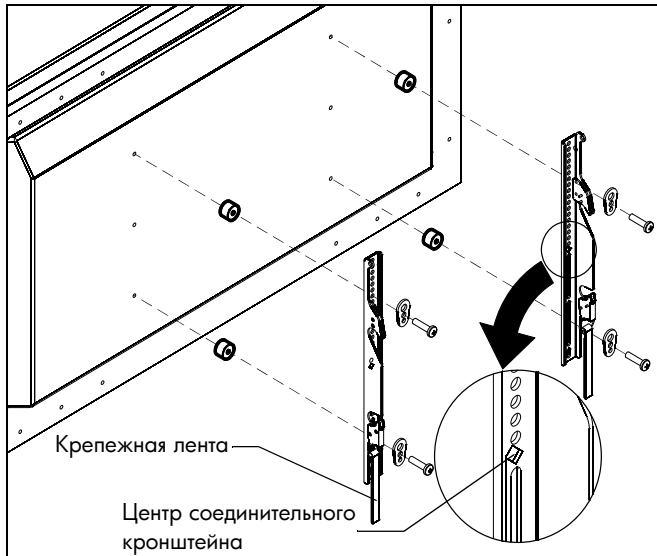

рис. 4
- Совместите центр соединительного кронштейна со средней линией экрана. (см. рис. 4)
2. Достаньте из пакета с фурнитурой (A-N) винты соответствующего размера, втулки (при необходимости) и универсальные шайбы и прикрепите соединительные кронштейны к тыльной стороне экрана. (См. рис. 4)